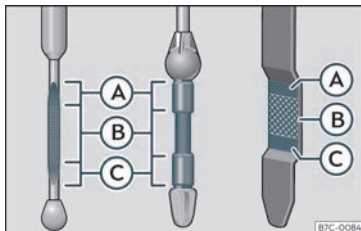

Fig. 186 Vareta de medição do nível de óleo.
- Em seguida, retire-a novamente e verifique o nível do óleo»» Fig. 186. Caso seja necessário, reponha óleo do motor.
- Quando o nível de óleo atingir pelo menos a zona >>> **Fig. 186 (B)**, enrosque a tampa do bocal de enchimento com cuidado >>> **⚠**.
Se o nível do óleo se encontrar por cima da zona >>> **Fig. 186 (A)**, não ponha o motor em funcionamento. Pode causar danos no motor e no catalisador. Dirija-se a uma oficina especializada.
O nível do óleo não pode ultrapassar, em caso algum, a zona >>> **Fig. 186 (A)**. Caso contrário, poderia ser aspirado óleo pela ventilação do cárter da cambota e chegar à atmosfera através do sistema de escape.